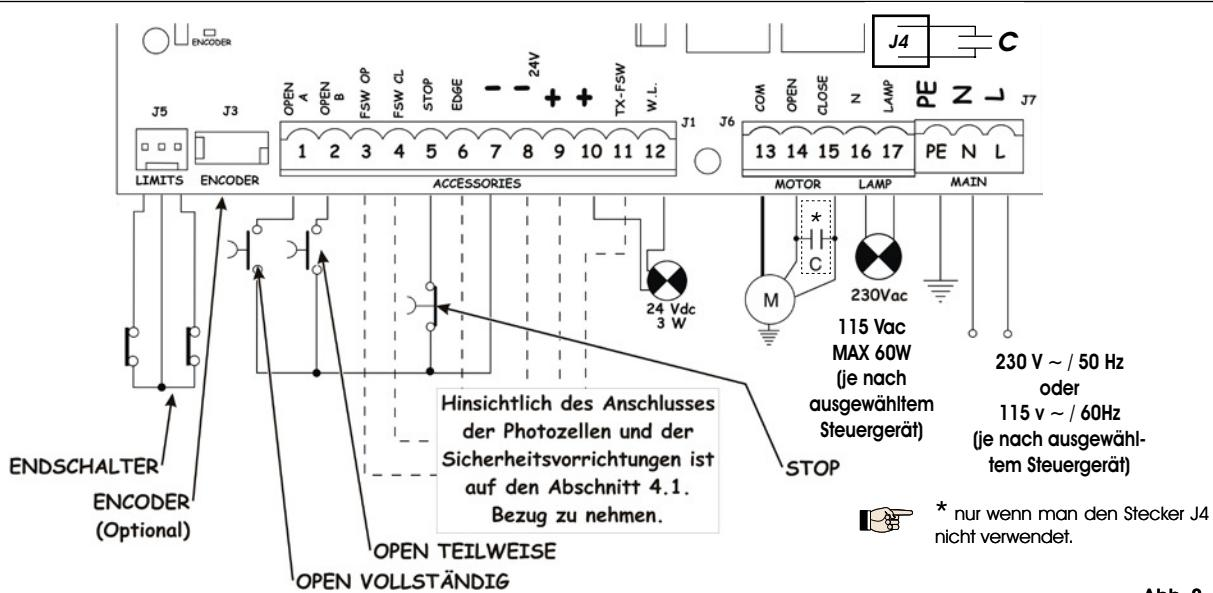

Abb. 2
4.2. Klemmenbrett J7 - Versorgung (Abb. 2)	Seite.44
4.3. Klemmenbrett J6 - Motoren und Blinkleuchte (Abb. 2)	Seite.44
4.4. Klemmenbrett J1 - Zusatzgeräte (Abb. 2)	Seite.44
4.6. Stecker J6 - Schnellanschluß Endschalter (Abb. 2)	Seite.45
4.7. Stecker J3 - Schnellanschluß Encoder (Abb. 2)	Seite.45
Das Erdungskabel ist an die entsprechende Klemme auf dem Stecker J7 des Geräts anzuschließen (siehe Abb. 2).
4.2. Klemmenbrett J7 - Versorgung (Abb. 2)
4.3. Klemmenbrett J6 - Motoren und Blinkleuchte (Abb. 2)
4.4. Klemmenbrett J1 - Zusatzgeräte (Abb. 2)